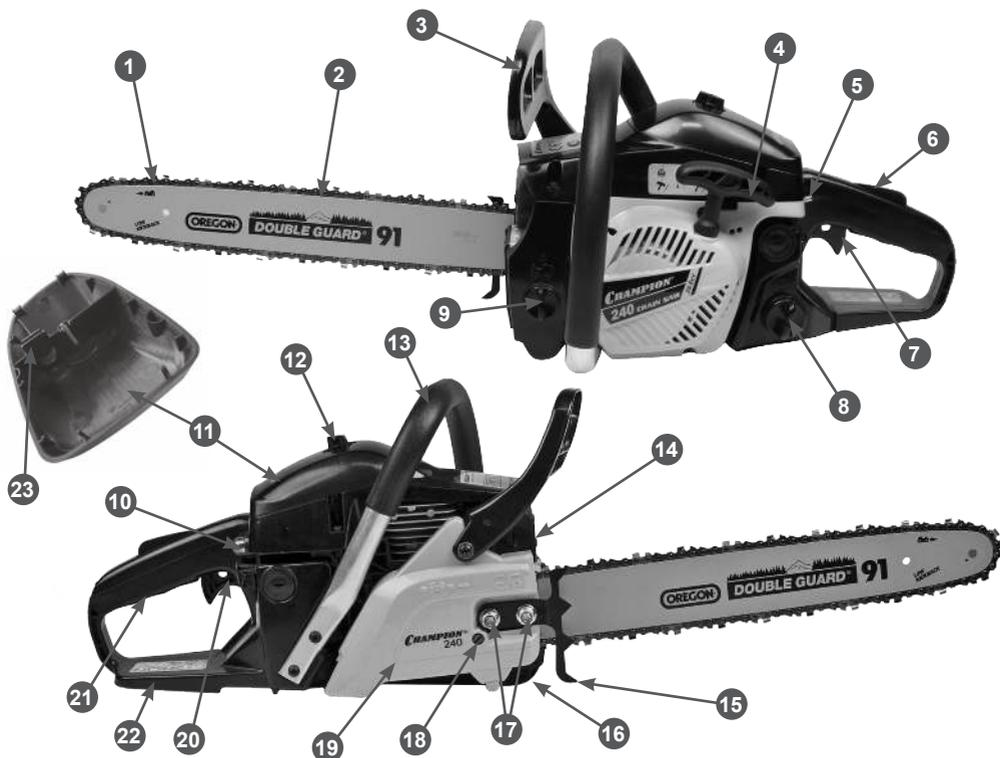

Рис. 1 Основные узлы и органы управления
Основные узлы и органы управления представлены на Рис.1.
2. Открутите гайки крепления 17 и снимите крышку шины 19 (Рис. 1).
5. Вращая винт шестерни натяжителя цепи 18 (Рис. 1) против часовой стрелки, установите палец натяжителя в крайнее левое положение. Установите на место крышку шины.
- Установите зубчатый упор 15 (Рис. 1) на крышку шины.